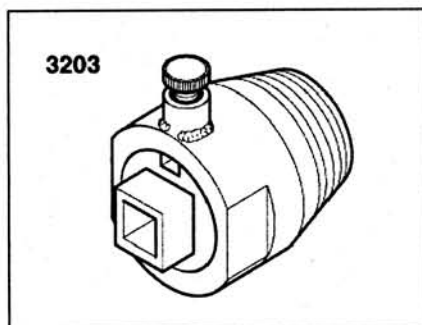

Рис. 2.42. Съемник переднего сальника коленчатого вала.
2. Вкрутите внутреннюю часть съемника в сальник на два оборота (примерно 3 мм) и зафиксируйте его с помощью винта в этом положении (рис. 2.42).